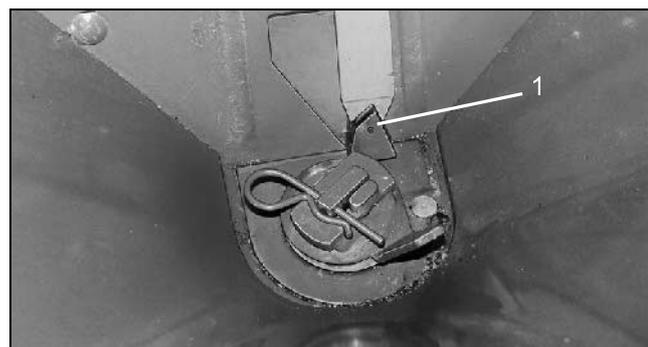

Fig. 48
- In den jeweils freigegebenen Öffnungsquerschnitt muss sich die Einstell-Lehre (Fig. 48/1) leicht einpassen lassen.